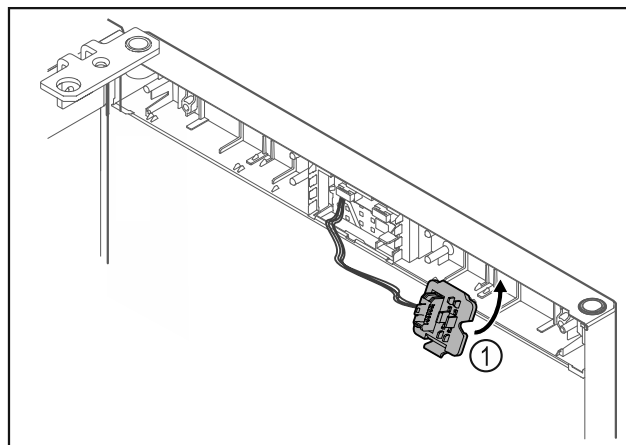

Fig. 23
- Zaklapněte držák zástrčky Fig. 23 (1) na protější straně.